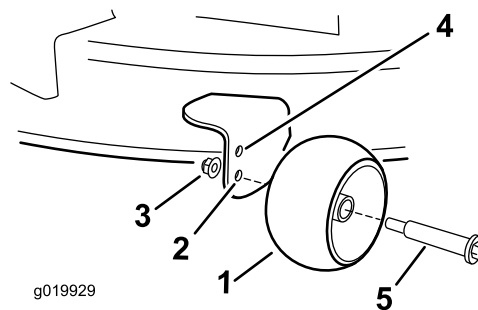

Figura 24
- Taladro superior – utilice esta posición cuando la carcasa de corte está en la posición de altura de corte de 63 mm (2½") o menos (Figura 24).
- Taladro inferior – utilice esta posición cuando la carcasa de corte está en la posición de altura de corte de 76 mm (3") o más (Figura 24).